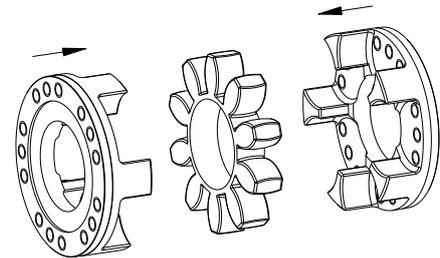

Bild 15: Montage der Mitnehmerflansche und Zahnkranz
- Stecken Sie die Mitnehmerflansche und den Zahnkranz zusammen (siehe Bild 15).